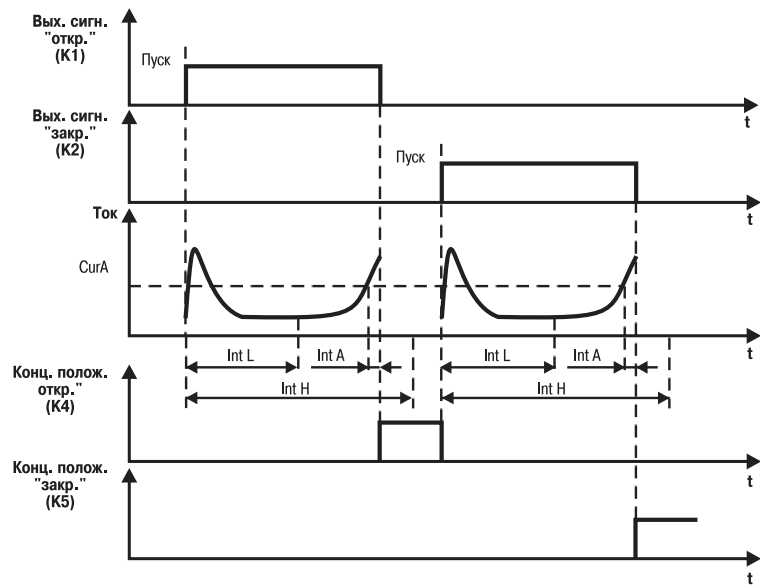

Рис. 5
3.2.11.1.1. При $PrES = 0$ концевые положения определяются, когда ток электропривода превышает уставку, заданную в программируемом параметре CUA (см. прил. В, табл. В3), в течение временного интервала, определяемого программируемыми параметрами \bar{LntL} и \bar{LntH} (рис. 5).